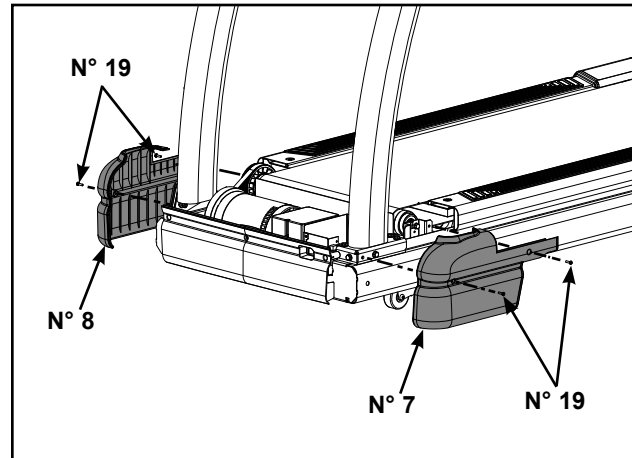

Figure 10
- D. À l'aide d'un tournevis Phillips, serrez partiellement le capot de moteur gauche (n° 7) au moyen des deux vis 10 x -32 x 0,75 po (n° 19). Reportez-vous à la figure 10.